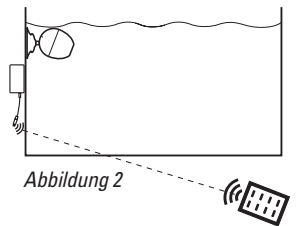

Abbildung 2
- Stellen Sie sicher, dass das Beleuchtungssystem so positioniert wird, dass das Signal von der Fernbedienung ohne Hindernisse auf den Sensor des Beleuchtungssystems treffen kann. (Siehe Abbildung 2).